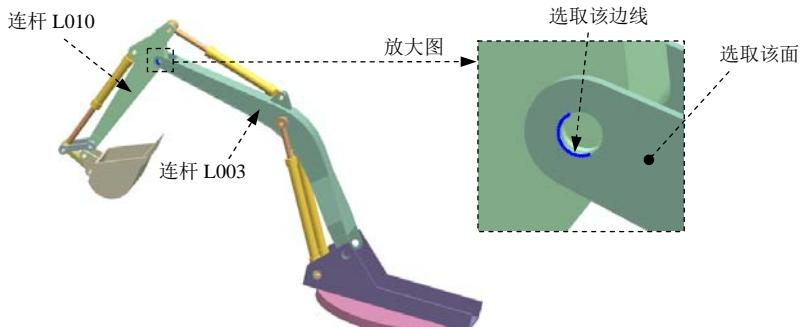

图 10.8.28 定义旋转副（六）
(1) 选择连杆。选取图10.8.28所示的连杆L010。
(2) 定义原点及矢量。在“运动副”对话框的 **指定原点**下拉列表中选取“圆弧中心” 选项，在模型中选取图10.8.28所示的圆弧为定位原点参照；选取图10.8.28所示的面作为矢量参考面。
(3) 添加啮合连杆。在“运动副”对话框的基本区域中选中 **啮合连杆**复选框，单击**选择连杆 (0)**，选取图10.8.28所示的连杆L003。
(4) 定义啮合连杆原点及矢量。在“运动副”对话框基本区域的 **指定原点**下拉列表中选取“圆弧中心” 选项，在模型中选取图10.8.28所示的圆弧为定位原点参照；选取图10.8.28所示的面作为矢量参考面。
(5) 单击 **应用** 按钮，完成第十二个运动副的添加。